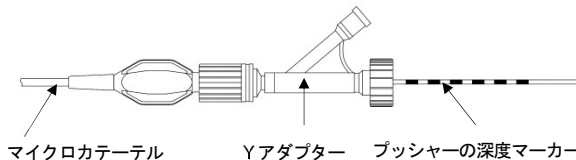

図 3. 深度マーカーの到達状態
本品には、深度マーカーが付いている製品と付いていない製品がある。深度マーカーは、有効長 150cm のマイクロカテーテルに本品を挿入していく際、マイクロカテーテルに接続した Y アダプターの手元側に深度マーカーが到達した状態 (図 3) で、マイクロカテーテルの先端から白金コイル先端が出ない位置を示している。
- ① シースをケースから引き出す。
- ② 本品を挿入する前に、シースを透かしてプッシャーと白金コイルが離脱部で直接触れていないことを確認する。
- ③ 本品挿入のためにアダプターのリングを緩める。
- ④ シース先端をしっかりマイクロカテーテルのポートに突き当て、白金コイルを変形させない様に、ゆっくりとプッシャーを押して本品をマイクロカテーテル内に挿入する。
- ⑤ プッシャーを後端までシース内に押し込んだ所で、プッシャーを固定し、プッシャー後端部からシースを取り除く。
- ⑥ プッシャー近位端の深度マーカ―の有無を確認する。
- ⑦ プッシャー後端にケーブルバックの出力側リード線を接続し、EDG の電源を入れる。
- ⑧ ⑥で深度マーカ―が付いていることが確認できれば、図 3 の通り、マイクロカテーテルに接続された Y アダプターの手元側に深度マーカ―が到達するまで、プッシャーを注意して進める。深度マーカ―が付いていることが確認できなければ、X 線透視下でプッシャーを進める。
- ⑨ その後、X 線透視下で確認しながらプッシャーを進め、白金コイルの先端がマイクロカテーテル内から出た状態で、EDG のテストボタンを押し、ブザー音が鳴り、更に SHORT (赤) ランプが点灯することを確認する。この操作により、離脱待機モードになる。
- ⑦ ⑥で深度マーカ―が付いていることが確認できれば、図 3 の通り、マイクロカテーテルに接続された Y アダプターの手元側に深度マーカ―が到達するまで、プッシャーを注意して進める。深度マーカ―が付いていることが確認できなければ、X 線透視下でプッシャーを進める。
- ⑧ その後、X 線透視下でマイクロカテーテルの先端まで白金コイルを進め、白金コイルの離脱部がマイクロカテーテルの第 2 マーカ― (手元側) を越えたことを確認する。
- ⑨ ED クリップを ED コイルのプッシャー末端に接続し、赤ランプの点灯ならびにブザーの連続音が鳴ることを確認する。[白金コイルの離脱部がマイクロカテーテルの第 2 マーカ― (手元側) を越える前に接続すると、EDG v4 が反応しないことがある。その場合は、一旦 ED クリップを外して、白金コイルの離脱部がマイクロカテーテルの第 2 マーカ― (手元側) を越えたことを確認してから再度接続する。]
(4) 白金コイルの離脱 (デタッチ)